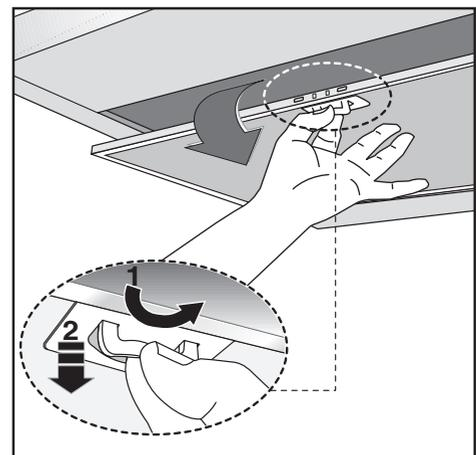

Fig.5
- La distancia mínima entre la superficie de soporte de los recipientes de cocción en el dispositivo de cocción y la parte más baja de la campana de cocina debe de al menos **65 cm**. Si debe usarse un tubo de conexión compuesto de dos o más partes, la parte superior debe estar fuera de la parte inferior. No conecte la descarga de la campana a un conducto en el que circule aire caliente o que sea utilizado para evacuar los humos de aparatos alimentados por una energía que no sea eléctrica. Antes de efectuar las operaciones de montaje, para una más fácil maniobrabilidad del aparato, extraer el/los filtro/s antigrasa (Fig.5).